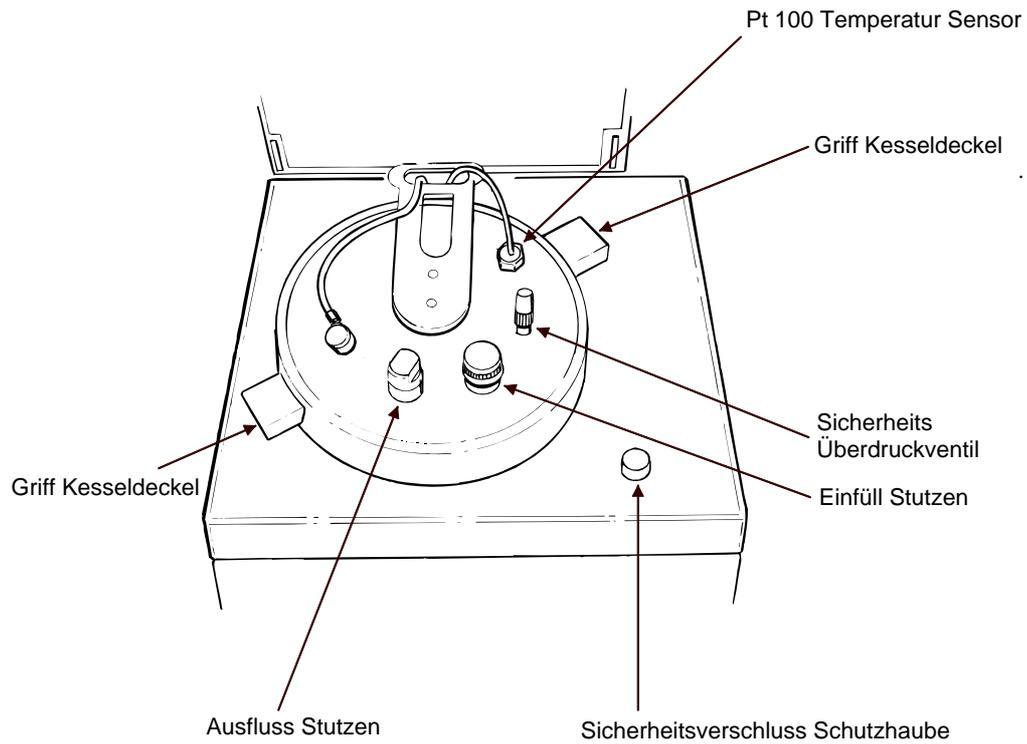

Abbildung 2.1: Kesseldeckel
1. Drehen des Kesseldeckels im Uhrzeigersinn, bis er einrastet. (siehe Bild 2.1)